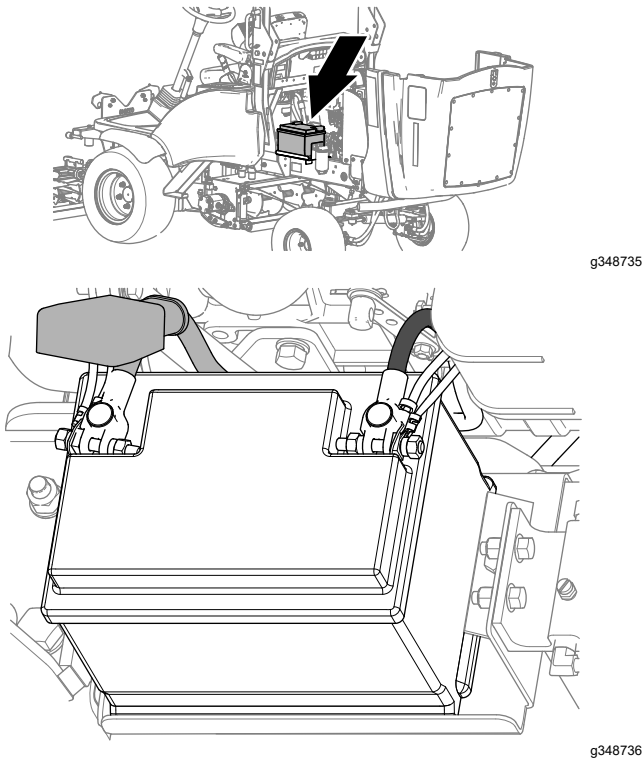

Bild 70
3. Schieben Sie auf der linken Seite der Maschine die Isolatoren der Akkuklemmen zurück (Bild 70).